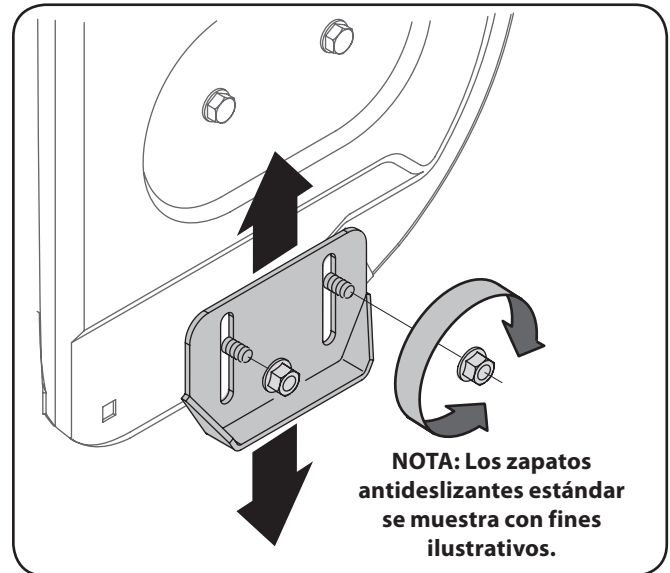

Figura 3-21
1. Afloje las cuatros tuercas hexagonales (dos en cada lado) y los pernos del carro. Mueva las zapatillas antideslizantes a la posición deseada. Vea la Figura 3-21.